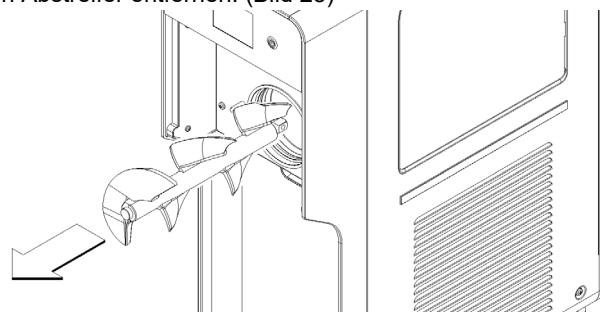

Bild 23
8 Den Abstreifer entfernen. (Bild 23)
- 3 Die Ausgabeeinheit in umgekehrter Reihenfolge als in Abbildung 23 gezeigt wieder montieren und in ihren Sitz einsetzen.